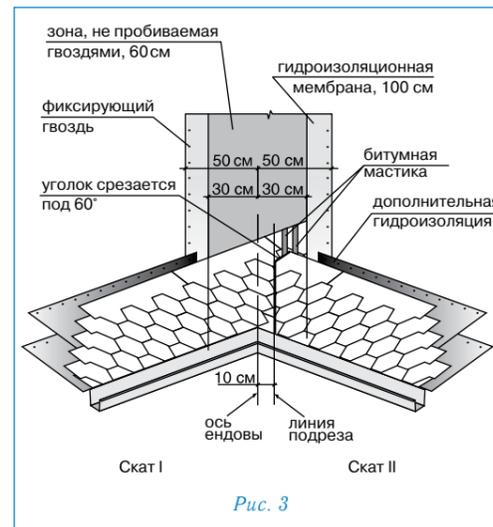

Рис. 3
#### Ендова (рис. 3)
- лист, подходящий к ендове со ската II, должен доходить до линии подрезки и обрезаться по ней. Верхний уголок обрезанного края листа подрезается под углом 60° (5×3 см — рис. 3);